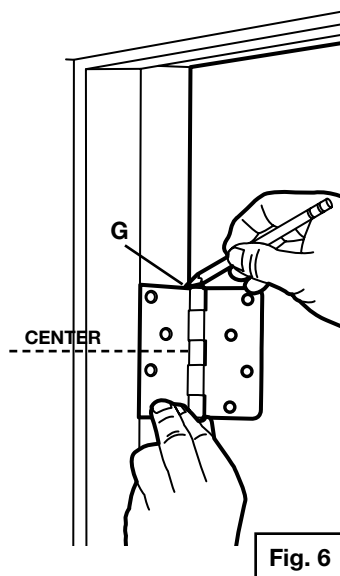

Fig. 6
For top hinge, measure down from inside of door frame to top edge of desired hinge location (G) Fig. 6 and make a mark. From this mark, measure down one-half of hinge length and mark center as shown.
Pour la charnière supérieure, mesurer du haut de la partie interne du cadre de la porte au bord supérieur de l'échancrure souhaitée pour la charnière (G), Fig. 6, et inscrire un repère. À partir de ce repère, mesurer, en descendant, la moitié de la longueur de la charnière et inscrire un repère pour le centre de la charnière comme indiqué.
Para la bisagra superior, mida desde el interior del marco de la puerta hasta el borde superior de la ubicación deseada para la bisagra (G) Fig. 6 y haga una marca. Desde esta marca, mida la mitad del largo de la bisagra y marque el centro como se muestra.